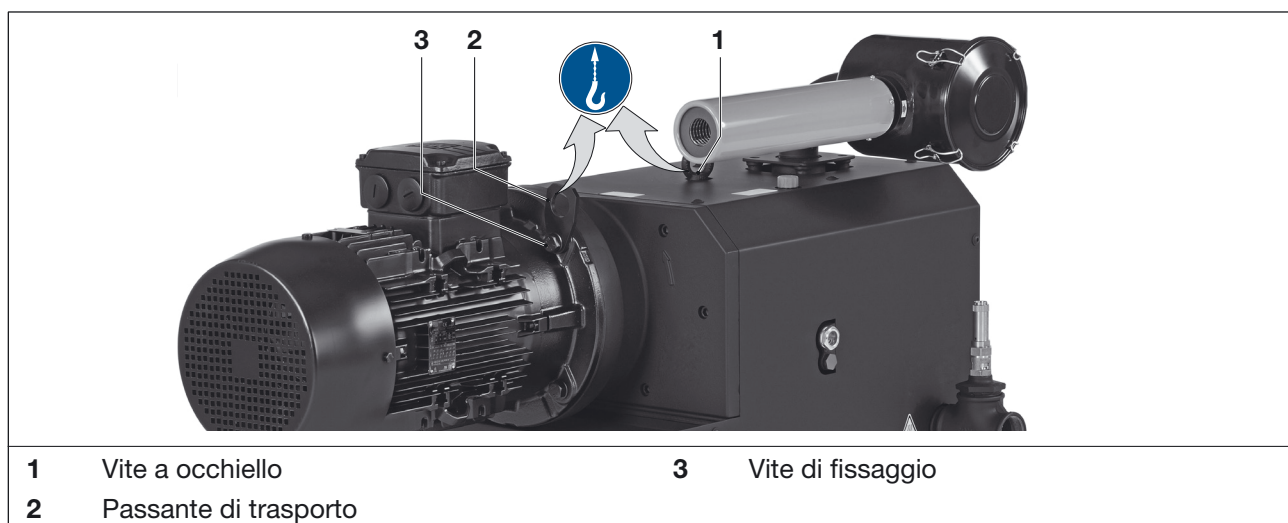

Fig. 1 Dispositivi per la presa del carico per il sollevamento e il trasporto
- b) Serrare a fondo le viti a occhiello (Fig. 1/1) e la vite di fissaggio (Fig. 1/3) alla flangia di trasporto (Fig. 1/2).